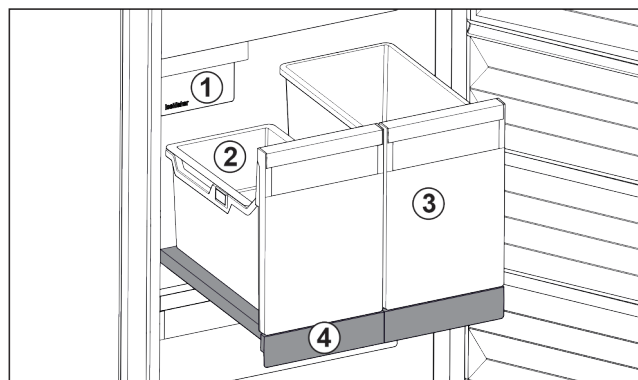

Fig. 138 Izvlečna polica z IceTower
Na izvlečni polici sta dve visoki posodi (IceTower). V posodi Fig. 138 (2) se zbirajo in skladiščijo ledene kocke iz IceMaker. Posoda Fig. 138 (3) je primerna za shranjevanje višjih živil, kot so pice ali alkoholne pijače.